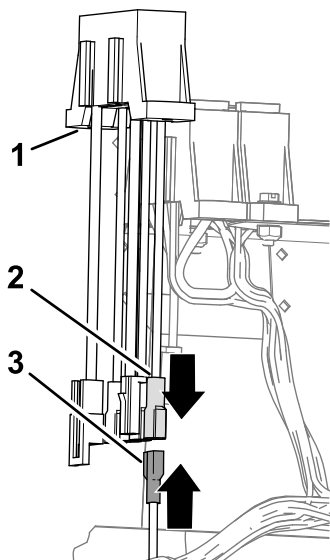

Figura 22
1. Ligue o conector macho da cablagem do kit de acabamento ao conector fêmea do bloco de fusíveis auxiliar (Figura 22).